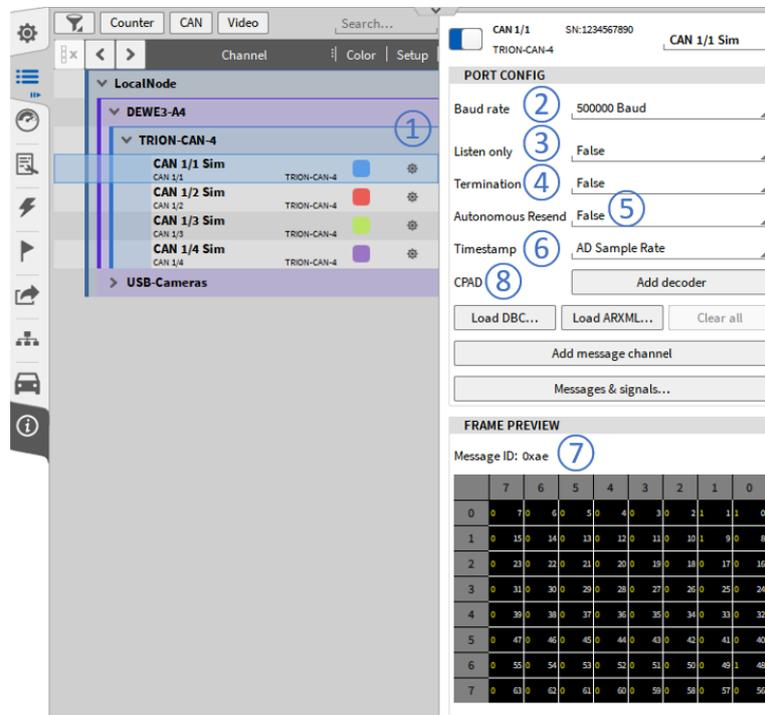

Abb. 7.202: CAN-Port-Konfiguration
Um den CAN-Port richtig zu konfigurieren, gehen Sie zur Kanalliste und öffnen Sie die CAN-Port-Konfiguration des dedizierten CAN-Ports, indem Sie die Zahnrad-Taste drücken (siehe ① in Abb. 7.202).
- Baudrate (siehe ② in Abb. 7.202):
- Listen only (siehe ③ in Abb. 7.202):
- Termination (siehe ④ in Abb. 7.202):
- Autonomous Resend (siehe ⑤ in Abb. 7.202):
- Timestamp (siehe ⑥ in Abb. 7.202): Legt Zeitbasis fest, auf der die CAN-Signale ausgerichtet sind.
Die Framevorschau (siehe ⑦ in Abb. 7.202) zeigt eine Vorschau der empfangenen Nachrichten an, wenn alle Einstellungen (insbesondere Baudrate und Terminierung) korrekt eingestellt sind.
- CPAD (siehe ⑧ in Abb. 7.202): Wenn ein Modul der CPAD-Serie an den CAN-Bus angeschlossen ist, kann ein CPAD-Decoder hinzugefügt werden, um ihre Nachrichten und Signale zu dekodieren, ohne dass eine zugehörige dbc-Datei erforderlich ist. Weitere Informationen finden Sie in *XR's und CPADs mit OXYGEN*.